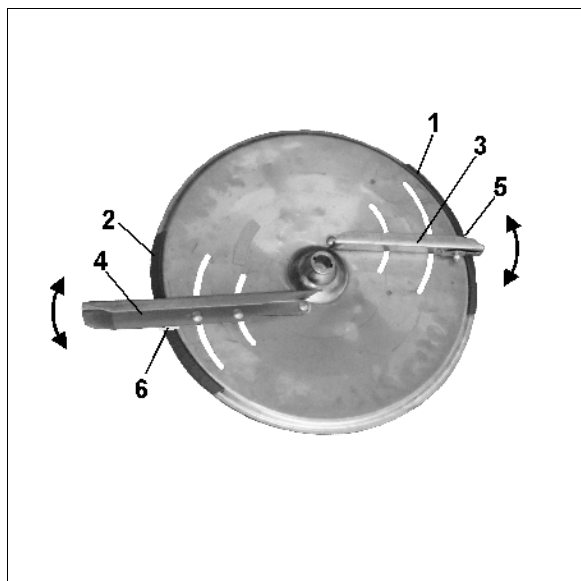

Рис. 29
Для точной настройки положения отдельных распределяющих лопастей без применения инструментов на распределяющих дисках расположены различные шкалы, которые невозможно перепутать (Рис. 29/1 и Рис. 29/2).
Более коротким распределяющим лопастям (Рис. 29/3) относится шкала (Рис. 29/1) со значениями от 5 до 28, а более длинным распределяющим лопастям (Рис. 29/4) - шкала (Рис. 29/2) со значениями от 35 до 55.
Перемещение распределяющих лопастей на более высокое значение шкалы (Рис. 29/1 и Рис. 29/2) увеличивает ширину захвата.
- Найдите деление для положения **короткой** распределяющей лопасти на шкале (Рис. 29/1).
- Грань с делениями для считывания (Рис. 29/5) **короткой** лопасти (Рис. 29/3) переместите на значение шкалы, и **снова затяните барашковую гайку**.
- Найдите деление для положения длинной распределяющей лопасти на шкале (Рис. 29/2).
- Грань с делениями для считывания (Рис. 29/6) длинной лопасти (Рис. 29/4) переместите на значение шкалы, и снова затяните барашковую гайку.